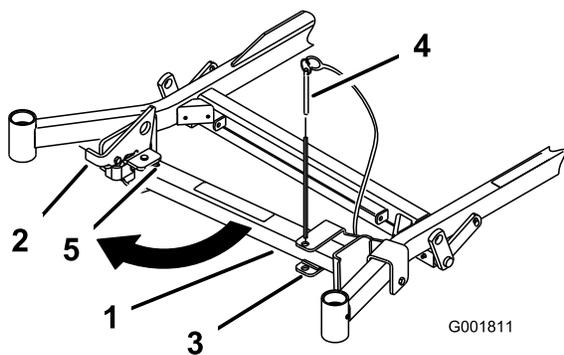
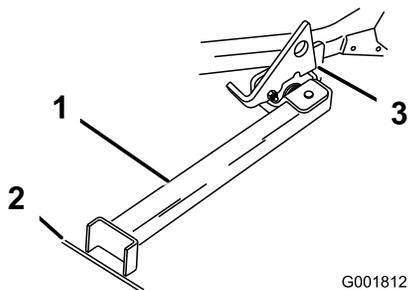

Figura 46
Figura 47
2. Togliete il perno dalla staffa (Figura 46).
- Portate il piede del supporto sul davanti e spostatelo verso la macchina, nell'intaglio inferiore (Figura 46 e Figura 47).
- Mettete a terra il piede del supporto e appoggiate il dispositivo di chiusura sull'aletta orientabile (Figura 47).
Nota: Per ottenere risultati ottimali, appoggiate il piede del supporto nelle fessure del marciapiede o nel tappeto erboso (Figura 47).
- Guidate la macchina sul supporto. Fermatevi quando il dispositivo di chiusura cade sull'aletta e si chiude (Figura 47).
- Riportate il supporto in posizione di riposo (Figura 46).